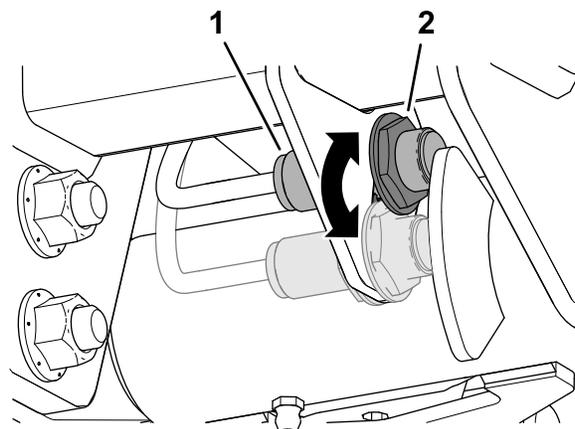

図 93
3. 昇降アームスイッチをスイッチプレートに固定しているジャムナットをゆるめる 図 93。